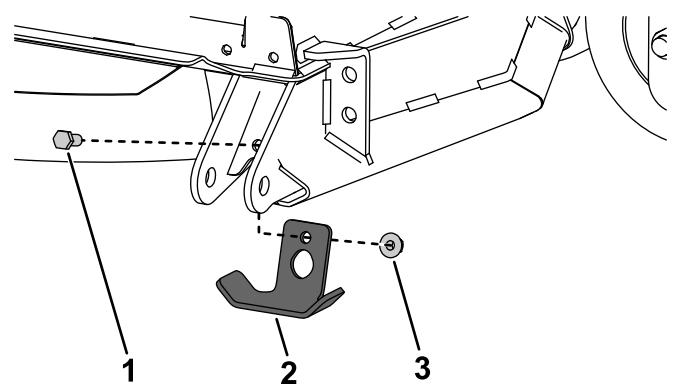

Figure 8
- Retirez les fixations qui retiennent le patin de protection existants sur le plateau de coupe (Figure 8).